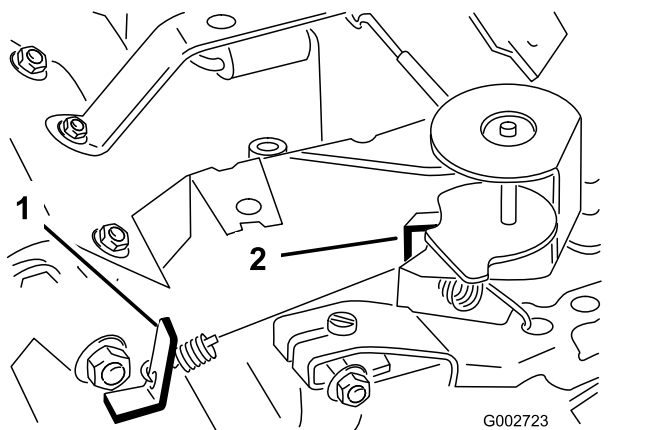

图39
3. 弯转调节怠速弹簧锚柄脚图39以达到 1,675 1,175rpm 的怠速。
6. 弯转高速弹簧锚柄脚图39以达到 3,350 3,450rpm 的高速。